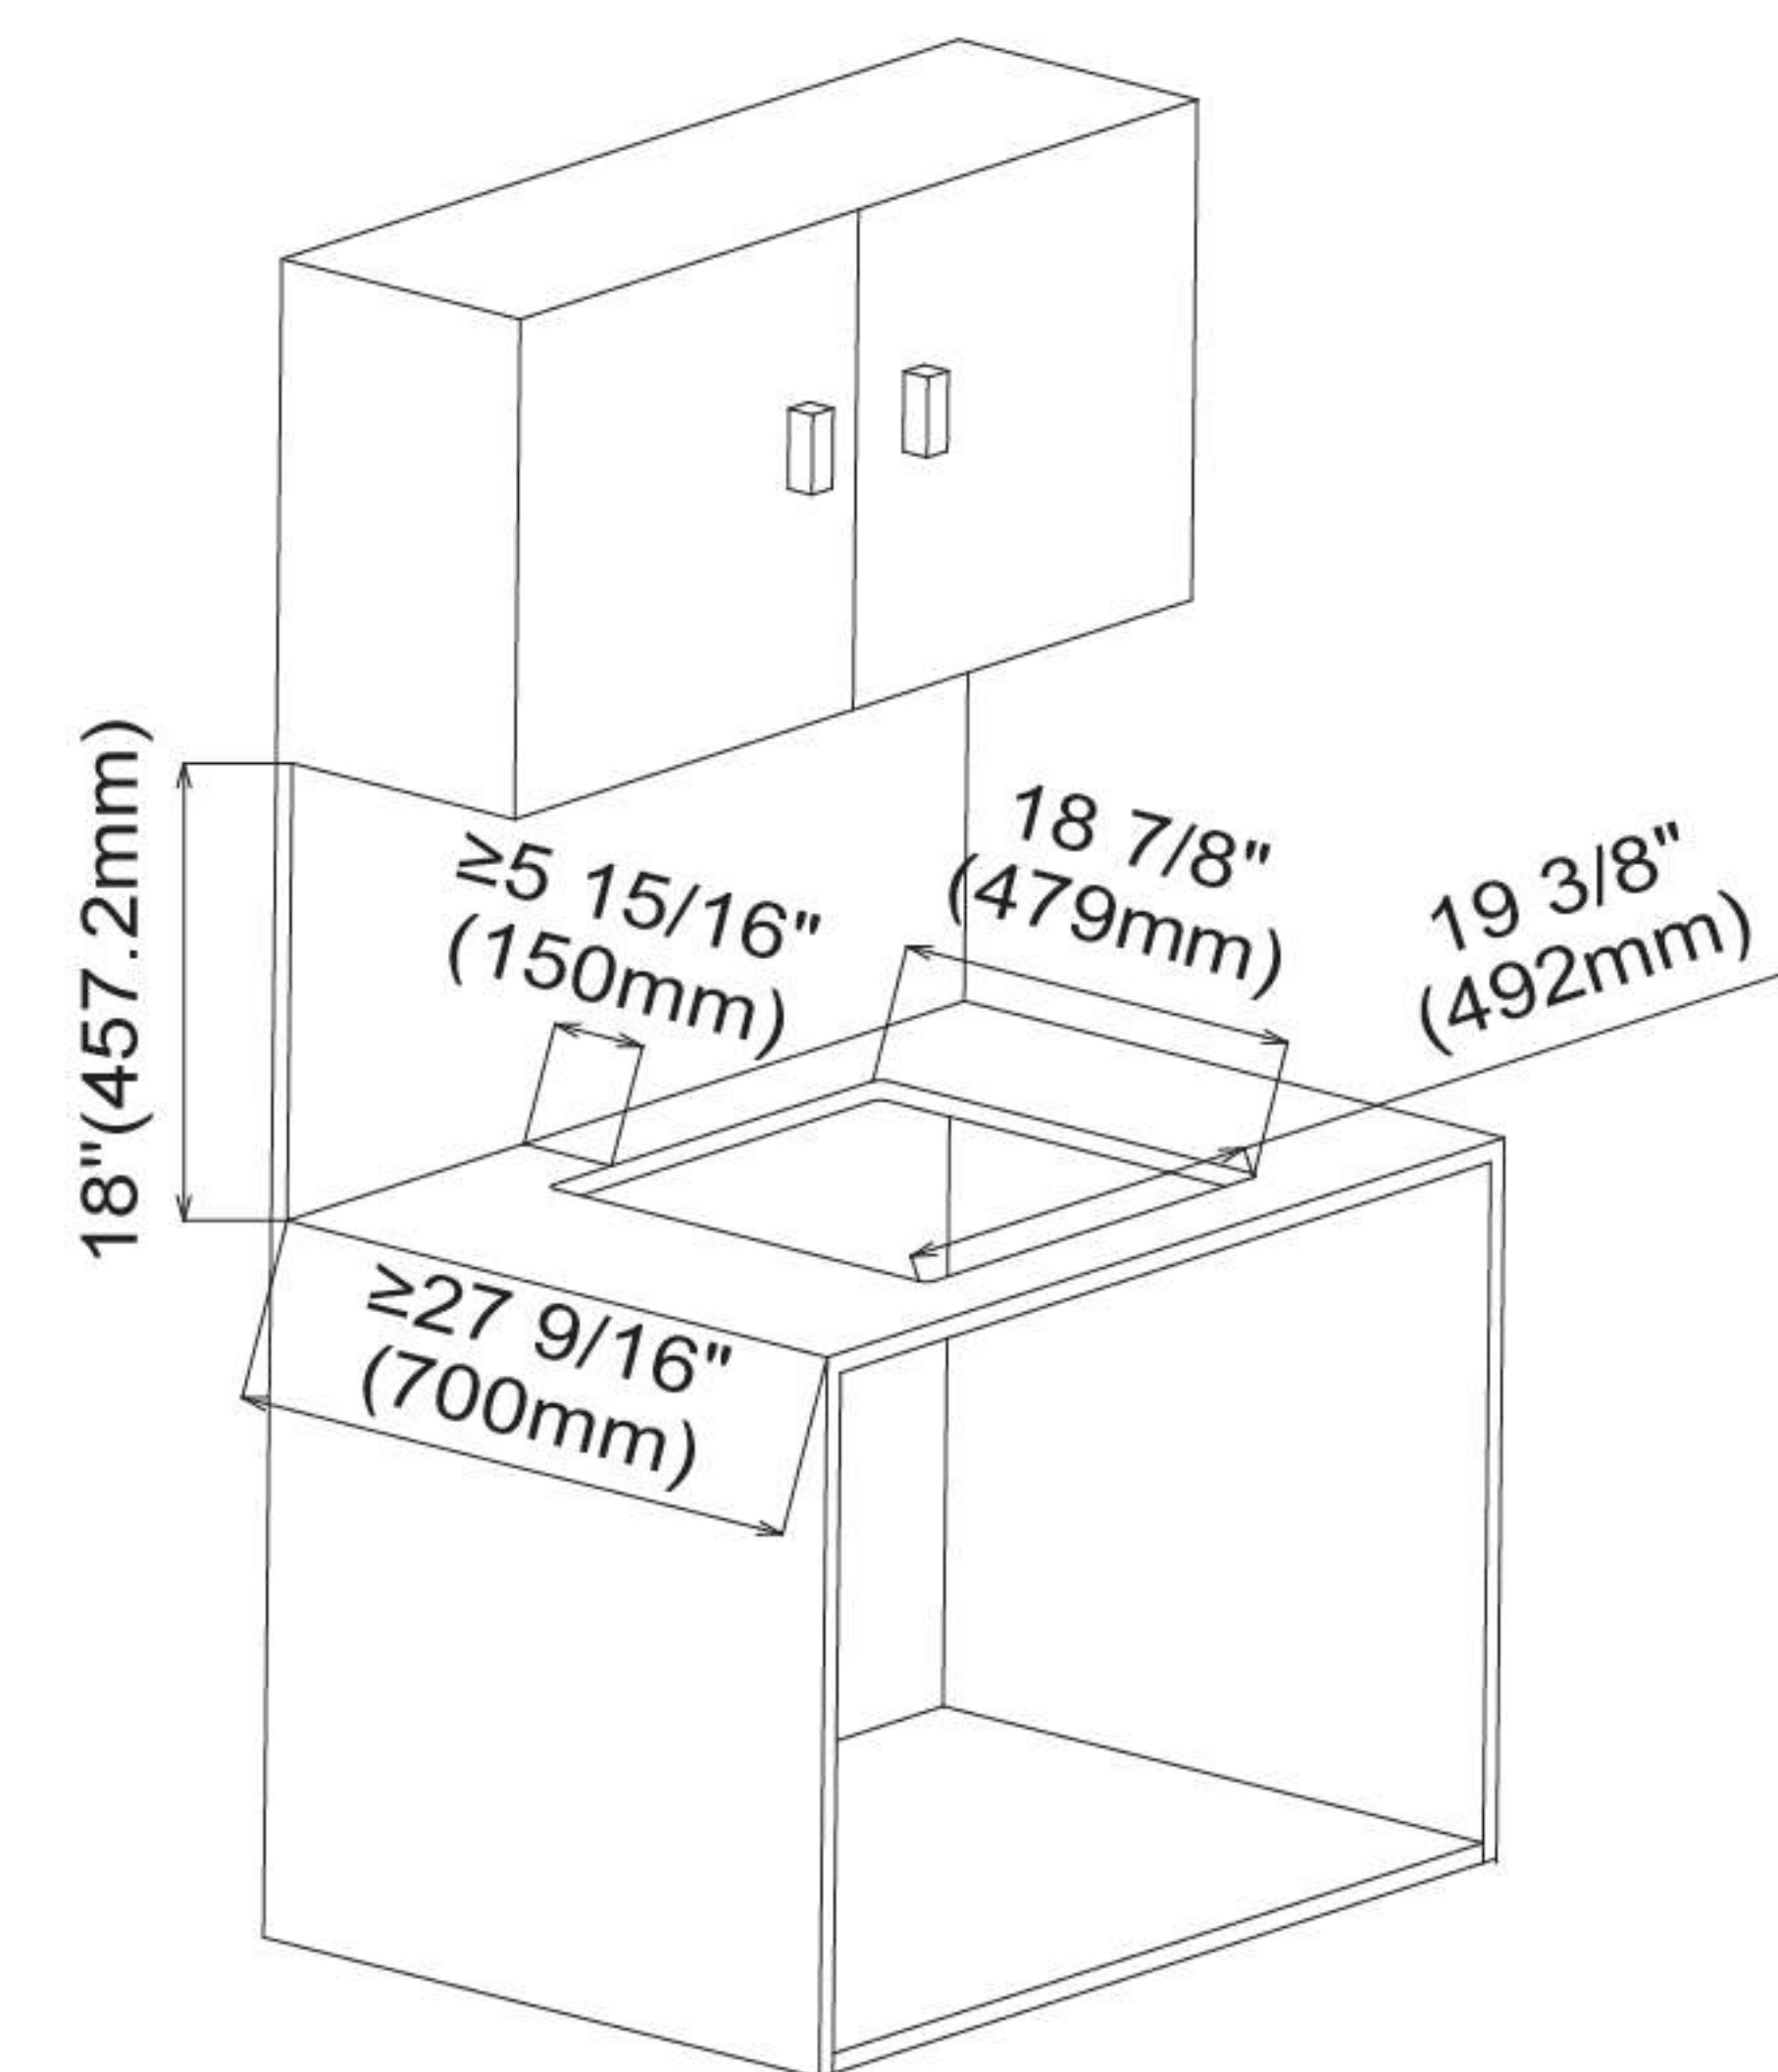
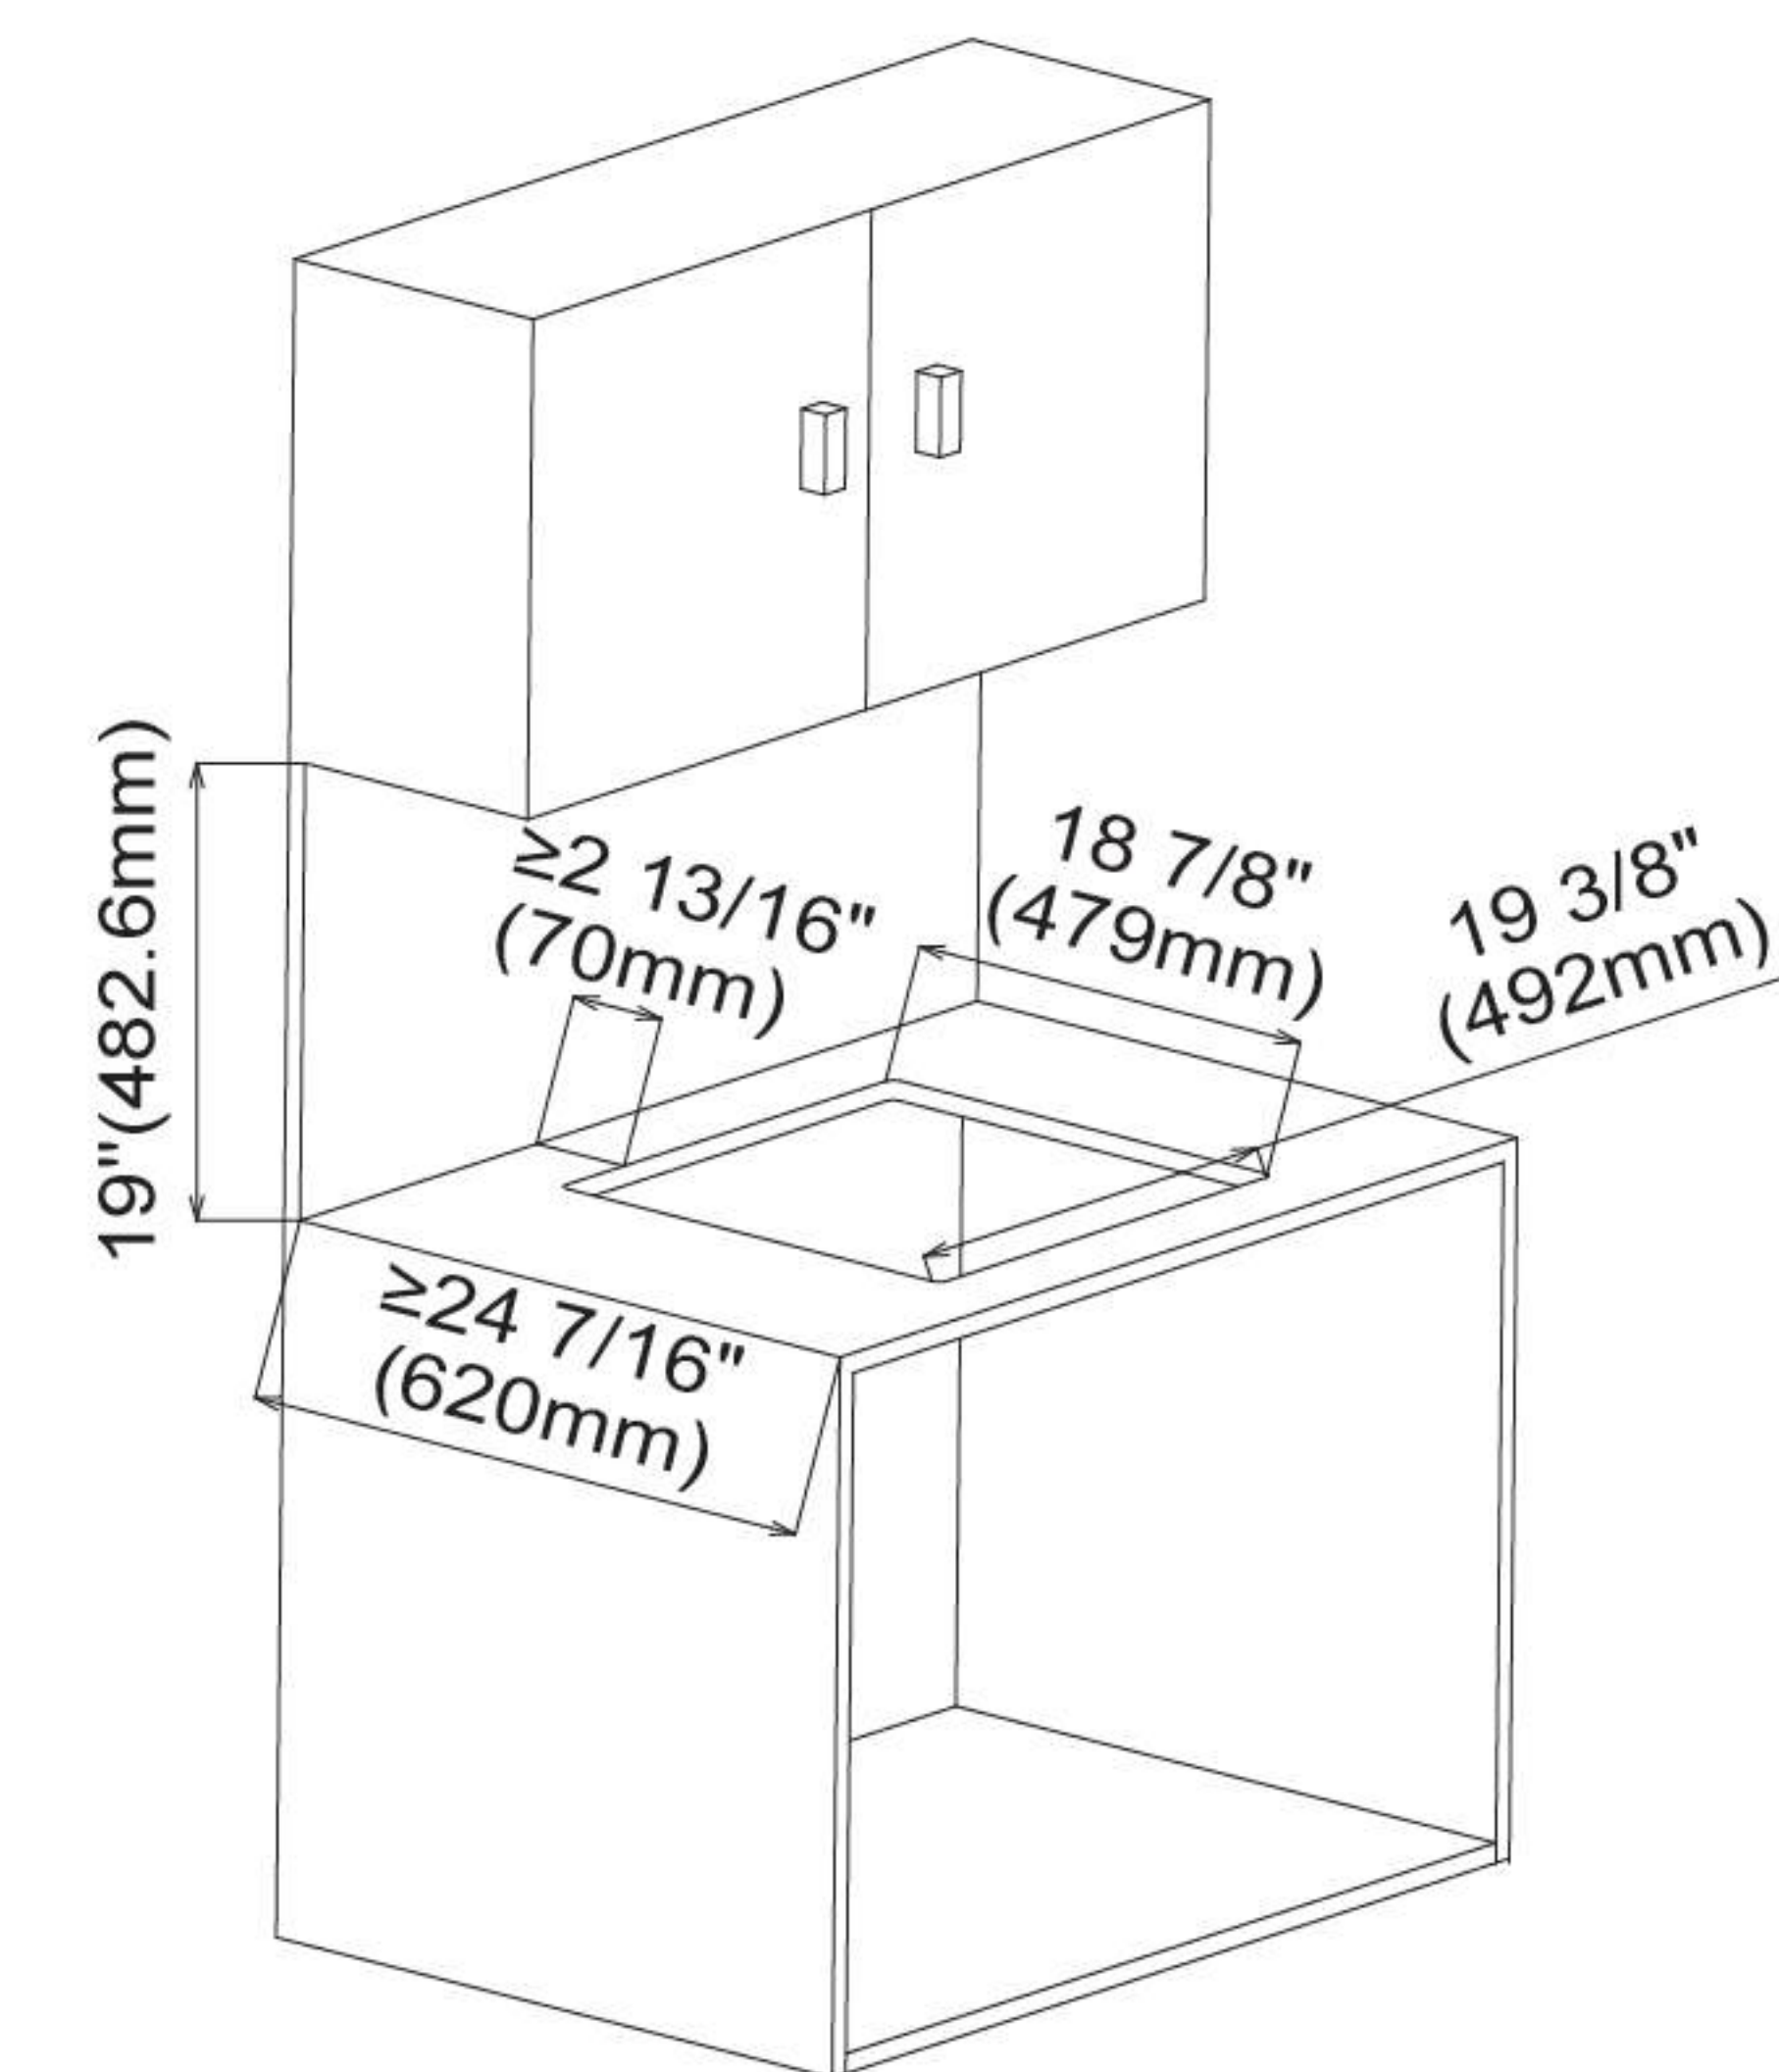

Figura 1 (Dibujo 18 pulgadas)
Figura 2 (Dibujo 19 pulgadas)
9. Cuando hay un armario colgante encima del armario que está instalando, la abertura debe mantenerse a cierta distancia de la pared. Cuando la distancia desde el armario colgante a la encimera es de 18 pulgadas (457,2mm), la distancia desde el borde de la abertura a la superficie de la pared debe ser $\geq 5 \frac{15}{16}$ pulgadas (150mm), y la profundidad de la encimera del armario debe ser $\geq 27 \frac{9}{16}$ pulgadas (700mm), como se muestra en la Figura 1 a continuación; Cuando la distancia desde el armario colgante a la encimera es de 19 pulgadas (482,6mm), la distancia desde el borde de la abertura a la superficie de la pared debe ser $\geq 2 \frac{13}{16}$ pulgadas (70mm), y la profundidad de la encimera del armario debe ser $\geq 24 \frac{7}{16}$ pulgadas (620mm), como se muestra en la Figura 2.